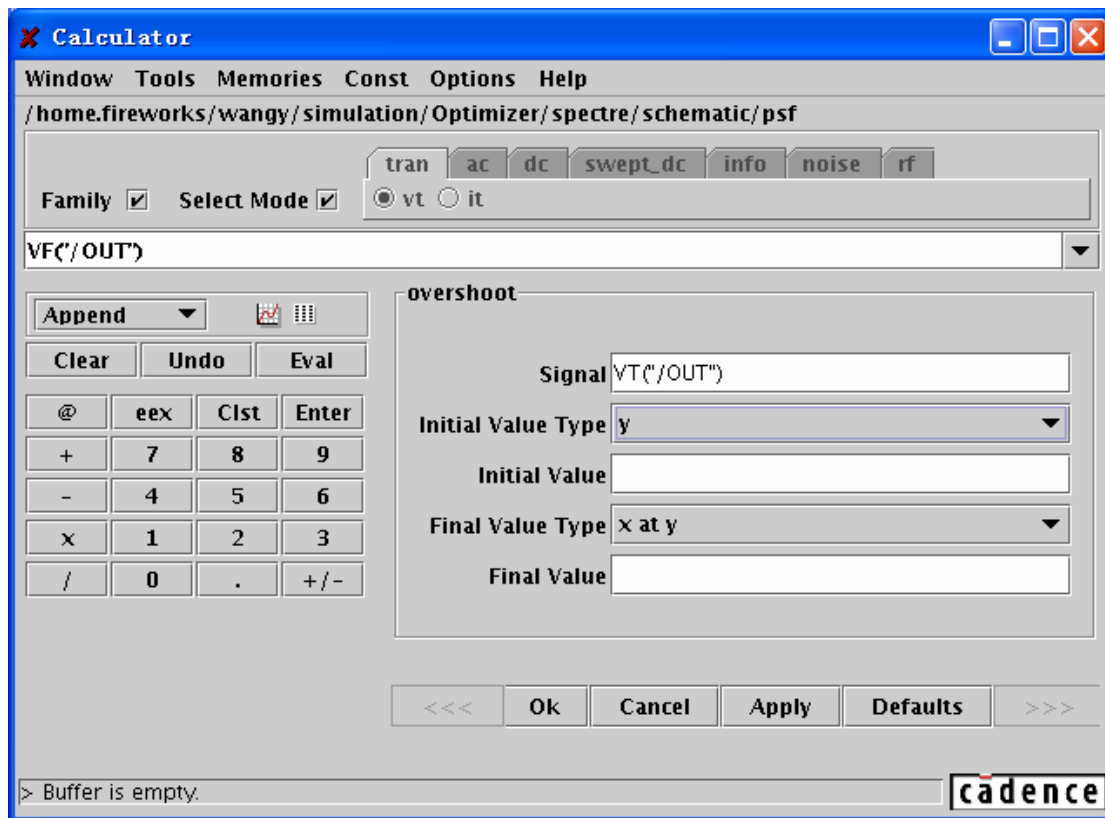

图 8.42 “integ”函数的设定
- 2) 在函数窗口中点击“integ”函数。然后函数窗口将变为如图 8.42 所示的“integ”对话框。